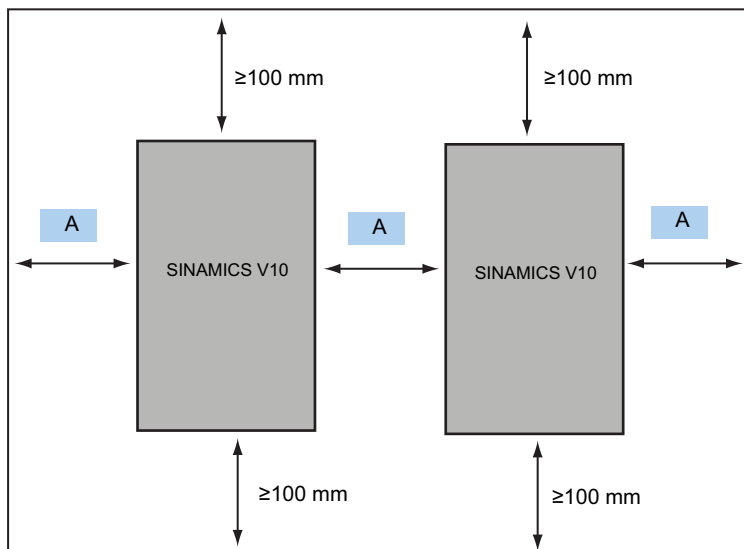

图 5-3 安装间距
- 变频器之间的间距至少为 A (见图 5-3 和表 5-1)。